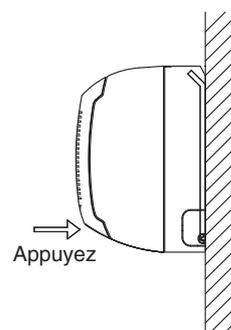

Fig. 3-58
2. Appuyez sur la sortie d'air pour la maintenir en place et exercez une pression sur la partie inférieure de l'unité intérieure jusqu'à ce que vous entendiez un déclic et que l'unité intérieure soit solidement fixée aux ergots d'installation situés sur la partie inférieure du panneau arrière. (Fig. 3-58)